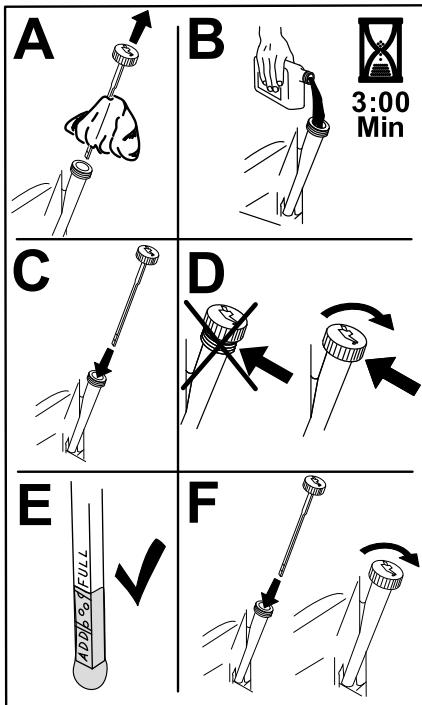

Figure 45
6. Versez lentement environ 80 % de l'huile spécifiée dans le tube de remplissage, puis faites l'appoint lentement jusqu'à ce que le niveau atteigne le repère maximum (Full) (Figure 45).